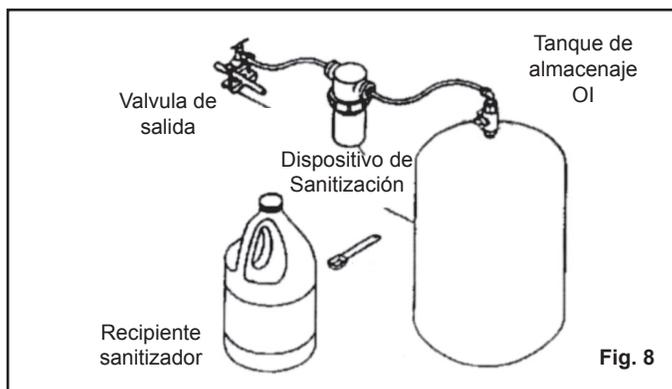

Fig. 8
- Tanque sanitizador alimentador o una pequeña cubierta para el filtro con adaptadores y tubería. (Fig. 8)